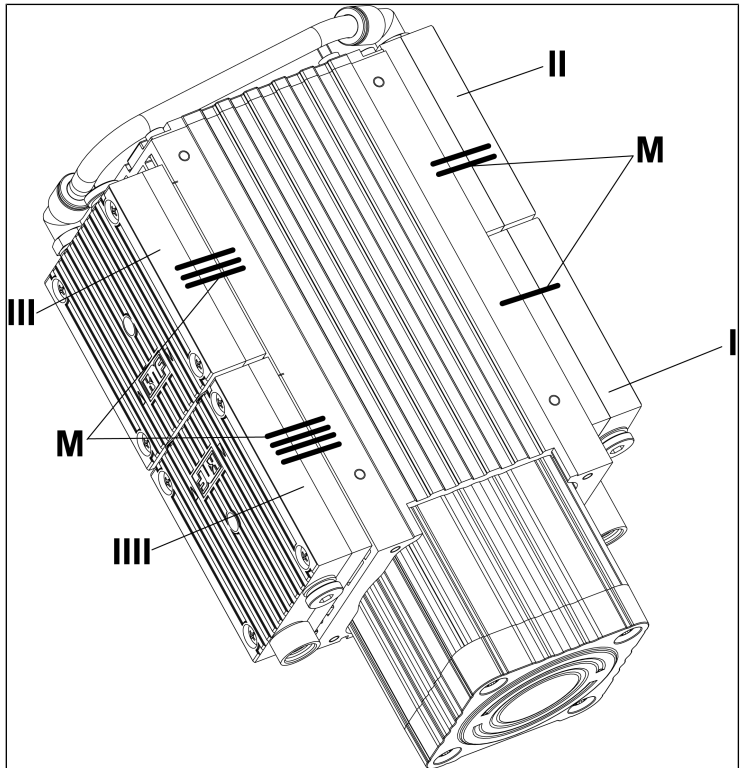
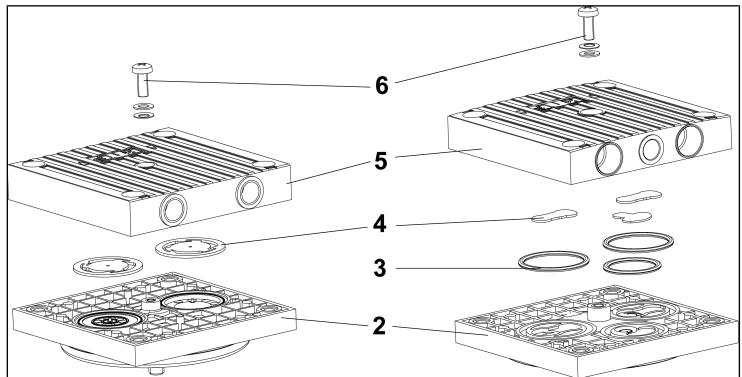

Fig. 6: Marcado de la bomba
Fig.9: Diagrama de despiece del cabezal de la bomba
3. Cabezal 1 (I/ Fig. 6):
4. Cabezal 2 (II/ Fig. 6):
5. Cabezal 3 (III/ Fig. 6):
6. Cabezal 4 (IIII/ Fig. 6):
9. Aflojar el tornillo con cabeza en ambos cabezales (6/ Fig. 9) en la tapa del cabezal (5/ Fig. 9).
10. Separar la tapa del cabezal de la placa intermedia (2/ Fig. 9).
1. Extraer de las placas intermedias (2/ Fig. 9) las válvulas (4/ Fig. 9).
Extraer las juntas tóricas (3/Fig. 9).
3. Poner las nuevas válvulas (4/Fig. 9) en las placas intermedias (2/Fig. 9).
Poner las nuevas juntas tóricas (3/Fig. 9) en las placas intermedias (2/Fig. 9).
5. Colocar la tapa del cabezal (5/Fig. 9) en la placa intermedia (2/Fig. 9) conforme a las marcas de rotulador (M/Fig. 6).
6. Apretar el tornillo con cabeza en ambos cabezales de la tapa del cabezal (6/Fig. 9) con cuidado, suave y firmemente (par de apriete: 60 Ncm).
5. Realizar los pasos 6-8 (desmontar el cabezal de la bomba), así como los pasos 1-6 (cambiar las placas de válvula y montar las placas intermedias) y los pasos 1-4 (cambiar las membranas y montar el cabezal de la bomba) para los cabezales 3 y 4 (III y IIII/ Fig. 6).